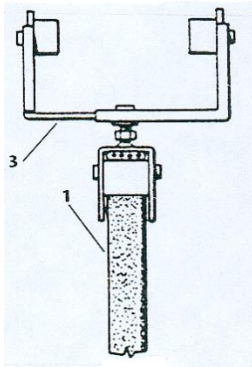

Abb. 36
2. Die Versorgungsleitung **1** so in die Wagen **3** einhängen (Abb. 36), dass eine Reihe gleicher Kabeldurchhänge entsteht. Das Kabel mit den zugehörigen Sätteln befestigen.